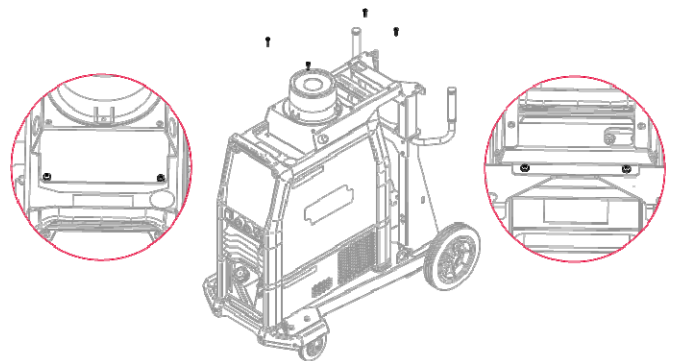

Figura 6
- Montarea finală - răcitorul trebuie montat pe Speedtec cu șuruburile M6x16 (Figura 6).